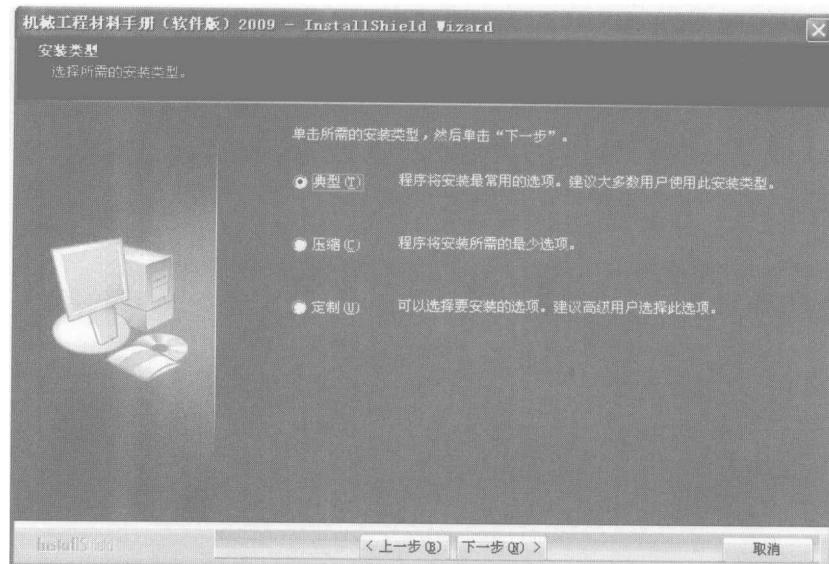

图 1-6 选择安装类型界面
(5) 单击“下一步”按钮, 进入选择安装类型界面, 在这里用户需要选择安装的类型, 如图 1-6 所示。